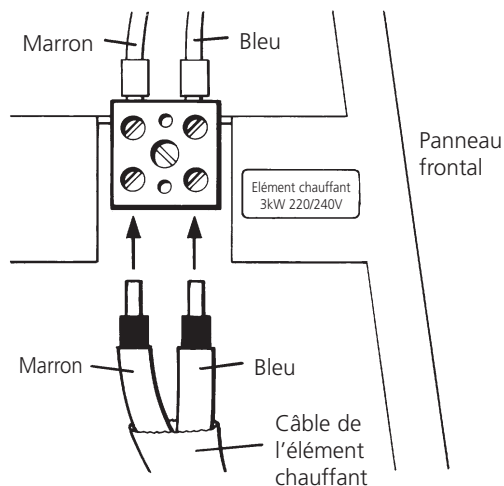

Figure 3a
6. Brancher les câbles de l'élément chauffant selon la **figure 3a**.
Voir **figure 3a et 3b** pour la connection du câble électrique.